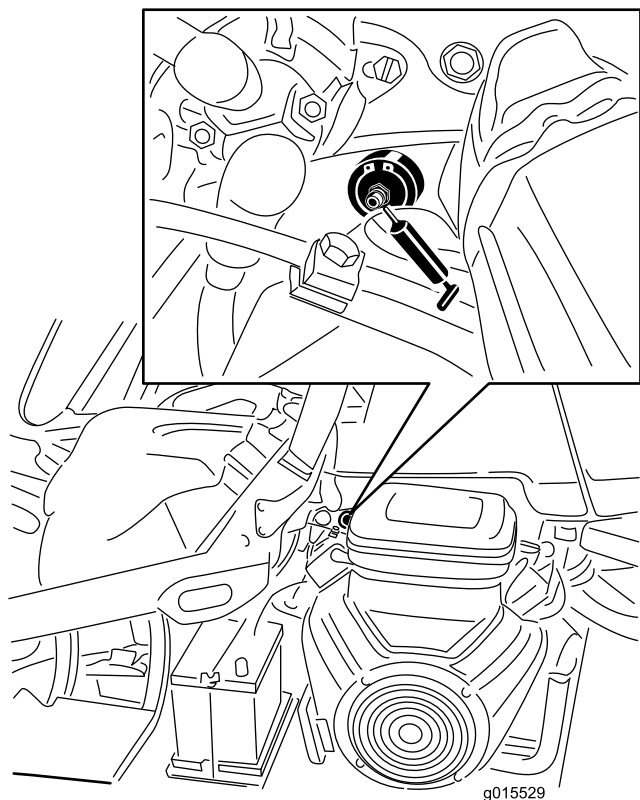

図 42
1. 異物を入れてしまわないよう、グリスフィッティングをきれいに拭く（図 42）。